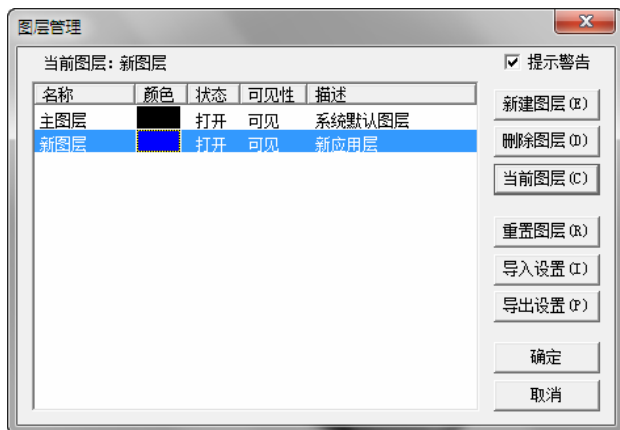

图 8-213 “图层管理”对话框
1) 选择下拉菜单“设置”→“层设置”命令，弹出“图层管理”对话框，单击“新建图层”命令，新建一个图层，并单击“当前图层”按钮，将其设置为当前图层，如图 8-213 所示。